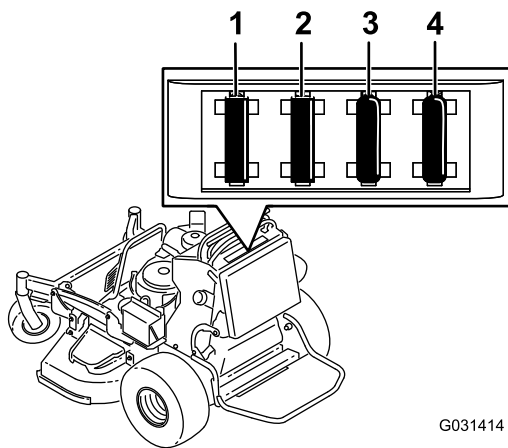

Figure 57
4. Sortez le fusible et remplacez-le (Figure 57).